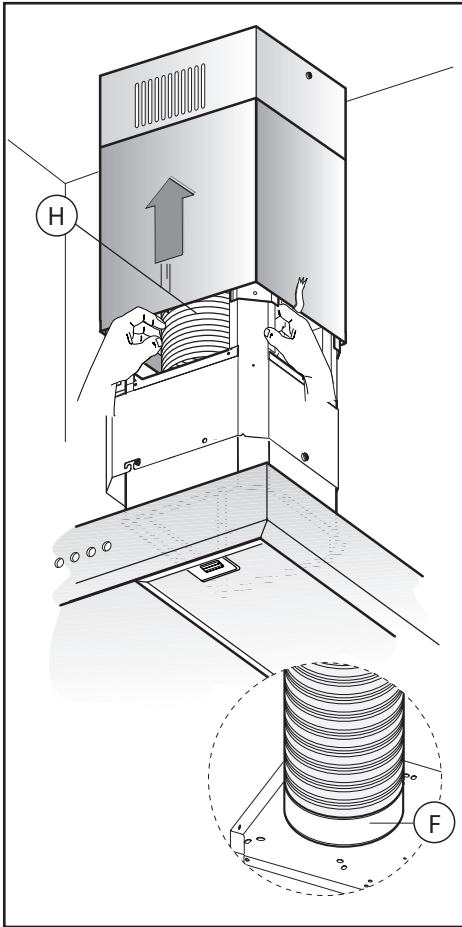

Fig.11
- Den Abluftschlauch **H** (nicht mitgeliefert) an dem Abluftstutzen **F** (**Abb.11**) befestigen.